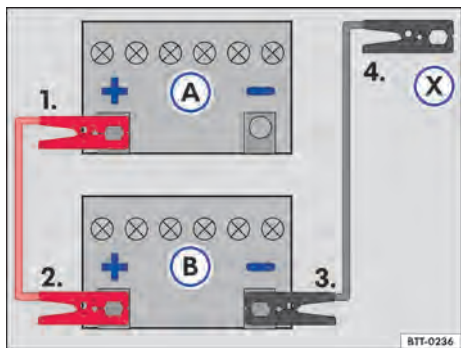

Fig. 179 Esquema para a conexão dos cabos auxiliares de partida: bateria do veículo descarregada (A) e bateria do veículo fornecedora de corrente (B).
Legenda para → Fig. 179:
Conectar o cabo auxiliar de partida somente na sequência 1 – 2 – 3 – 4 → Fig. 179.
- Conectar uma extremidade do cabo auxiliar de partida *vermelho* ao polo positivo (+) do veículo com a bateria do veículo descarregada → Fig. 179 (A) → ⚠.
- Conectar a outra extremidade do cabo auxiliar de partida *vermelho* ao polo positivo (+) do veículo fornecedor de corrente (B).
- Conectar uma extremidade do cabo auxiliar de partida *preto* ao polo negativo da bateria do veículo fornecedor de corrente (B).
- Conectar a outra extremidade do cabo auxiliar de partida *preto* (X) no veículo com a bateria descarregada no ponto de auxílio à partida (ponto de aterramento) ou em uma peça de metal parafusada firmemente no bloco do motor – porém não nas proximidades da bateria (A) → ⚠.